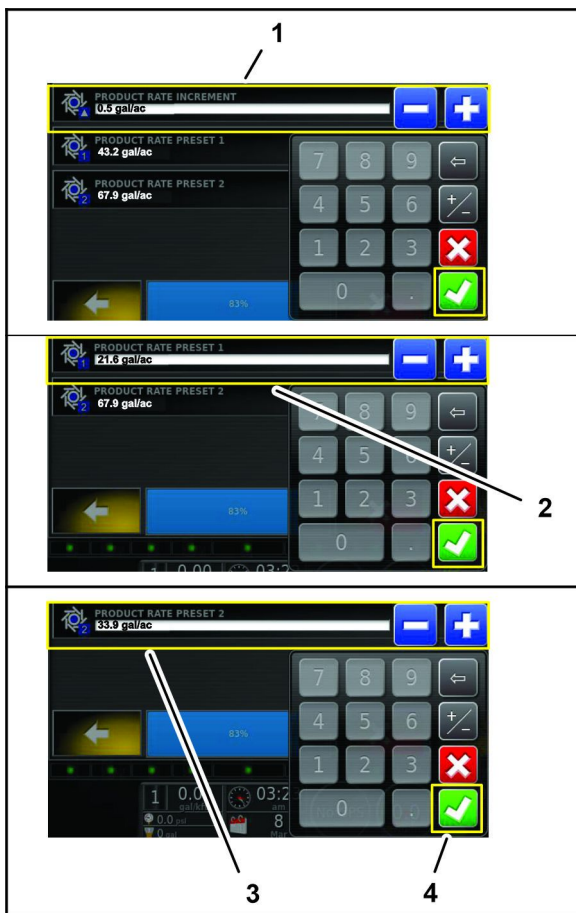

Рисунок 120
10. С помощью клавиатуры на экране введите шаг, с которым вы будете увеличивать или уменьшать изменение предустановленных норм внесения материала 1 или 2, и нажмите на значок подтверждения (Рисунок 120).
12. С помощью клавиатуры на экране, введите значение для предустановленной нормы внесения материала 1 и нажмите на значок подтверждения (Рисунок 120).
14. С помощью клавиатуры введите значение для предустановленной нормы внесения материала 2 и нажмите на значок подтверждения (Рисунок 120).